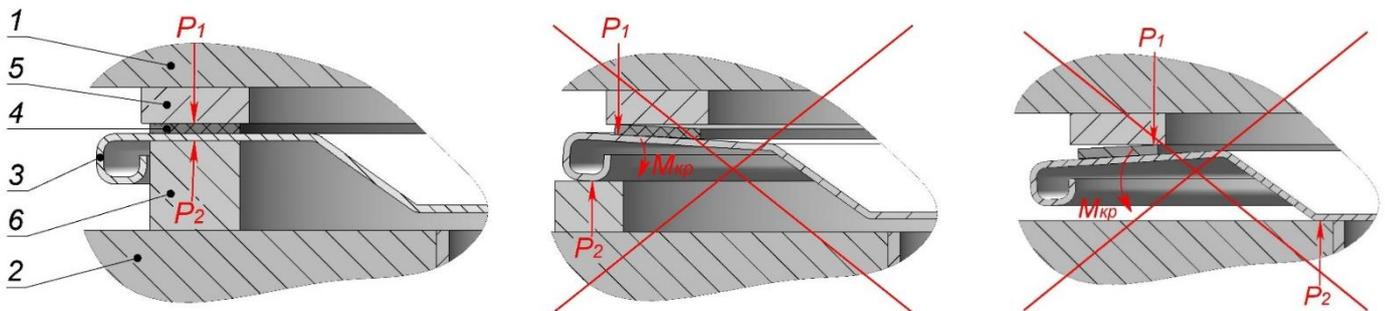

Рис.3. Расположение переходников.
3. Подберите нижний переходник таким образом, чтобы исключить деформацию блокировочной плиты и обеспечить полное равномерное прижатие накладке. Оптимальное расположение нижнего переходника – под поверхностью, на которую будет клеится накладка (рис.3).